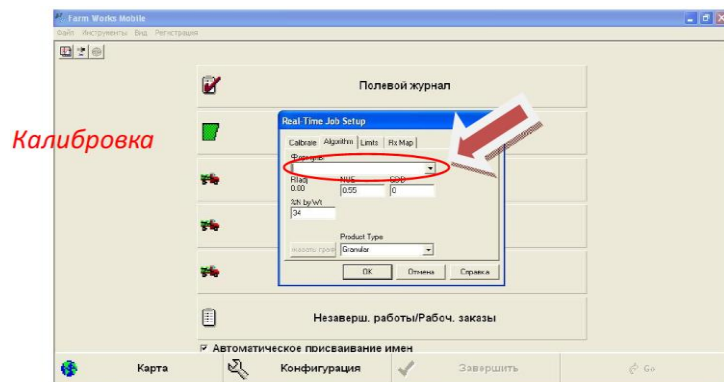

Рисунок 12.9 –
6. Выбрать поле _____ и _____ (рисунок 12.9).